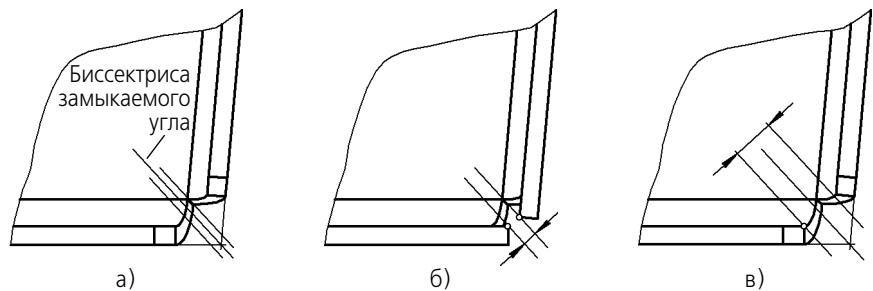

Рис. 89.34. Замыкание встык: а), б) определение положения сторон угла, в) определение максимального зазора
1. В плоскости измерения зазора строится биссектриса замыкаемого угла (рис. 89.34, а).
2. С каждой стороны от биссектрисы на расстоянии, равном половине величины зазора, проводятся параллельные линии (рис. 89.34, а).
3. Стороны угла продолжают до соприкосновения с полученными линиями (рис. 89.34, б).
Минимальное значение зазора — 0, максимальное определяется, как показано на рис. 89.34, в.